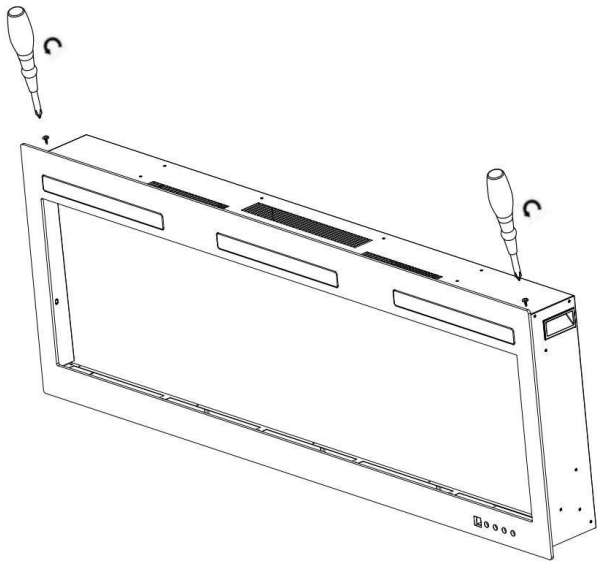

Fig. 1-1
- A. Verwijder de schroeven aan beide zijden. (Afb. 1-1)